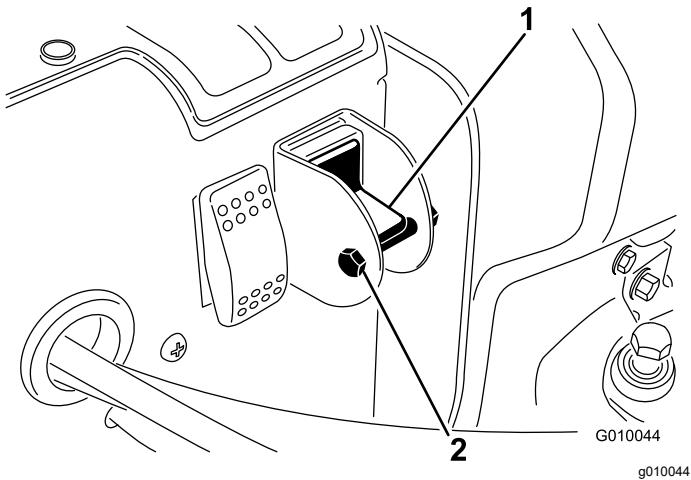

Figura 21
- Retire el perno de bloqueo y la tuerca del interruptor de selección (Figura 21).